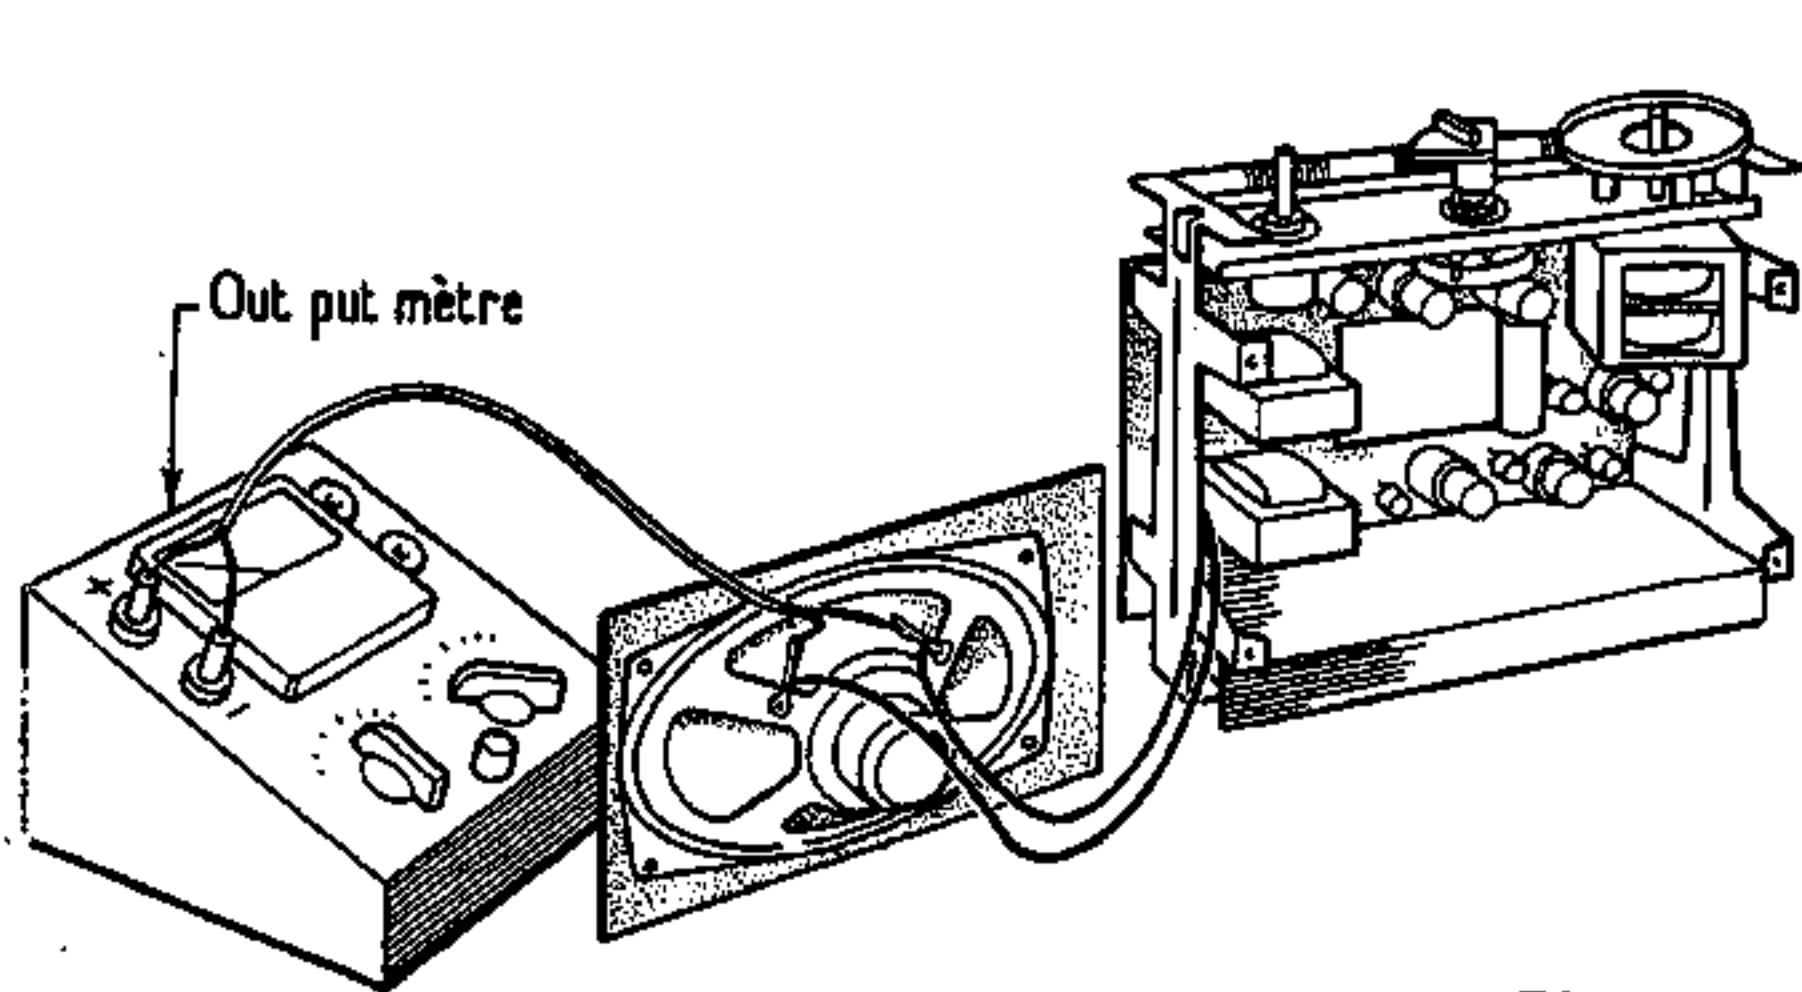

Figure 4
- Placer la boucle à 10 cm du châssis du Solistor de telle façon que l'antenne ferrite soit perpendiculaire au plan de la boucle (figure 4).
- Mettre le commutateur de gammes sur L (GO).